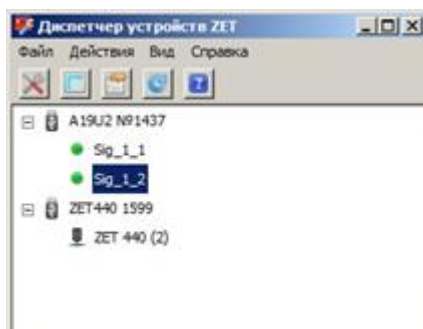

Рис. 1.6 Вид вкладки «Диспетчер устройств ZET»
4. Перейти в настройки канала анализатора, к которому подключен усилитель заряда ZET 440, согласно Рис. 1.6.